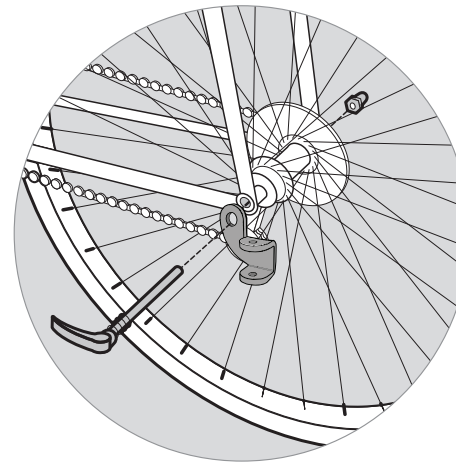

Abbildung 14
1. **Montage der Anhängerkupplung an Ihrem Fahrrad:** Entfernen Sie den Schnellverschluss oder die Mutter von der linken Seite der hinteren Radachse des Fahrrads. Montieren Sie die Anhängerkupplung zwischen dem Schnellverschluss oder der Mutter und dem Rahmen (Abbildung 14). Ziehen Sie den Schnellverschluss oder die Mutter gemäß den Empfehlungen des Herstellers fest. Die Anhängerkupplung kann am Fahrrad verbleiben, wenn der Anhänger entfernt wurde.